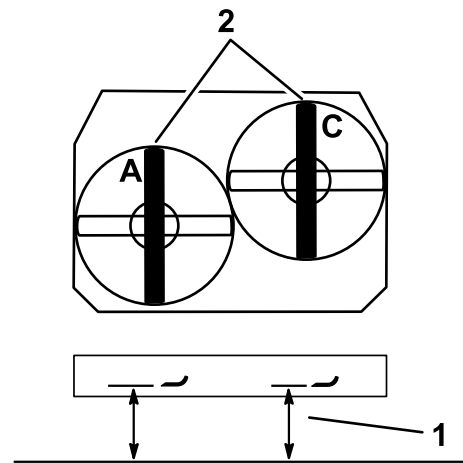

Figura 82
- Meça a lâmina esquerda no local **A**, numa superfície nivelada à extremidade de corte da ponta da lâmina e registe esta medição (Figura 82).
- Meça a lâmina direita no local **C**, numa superfície nivelada à extremidade de corte da ponta da lâmina e registe esta medição (Figura 82).
- Ajuste os parafusos de ajuste nas forquilhas, nos locais **A** e **C** para conseguir a altura correta (Figura 82).